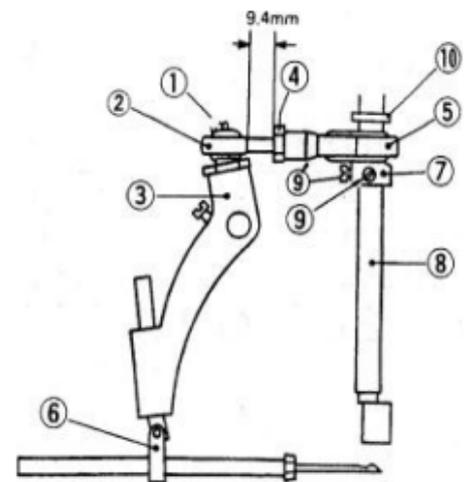

Рис.12.
см. Рис.12.
Положение иглы регулируется таким образом, чтобы расстояние между кончиком иглы (в самом высоком положении) и игольной пластиной составляло 13 мм, после ослабления винта сборного соединения иглодержателя (6) см. Рис.12.